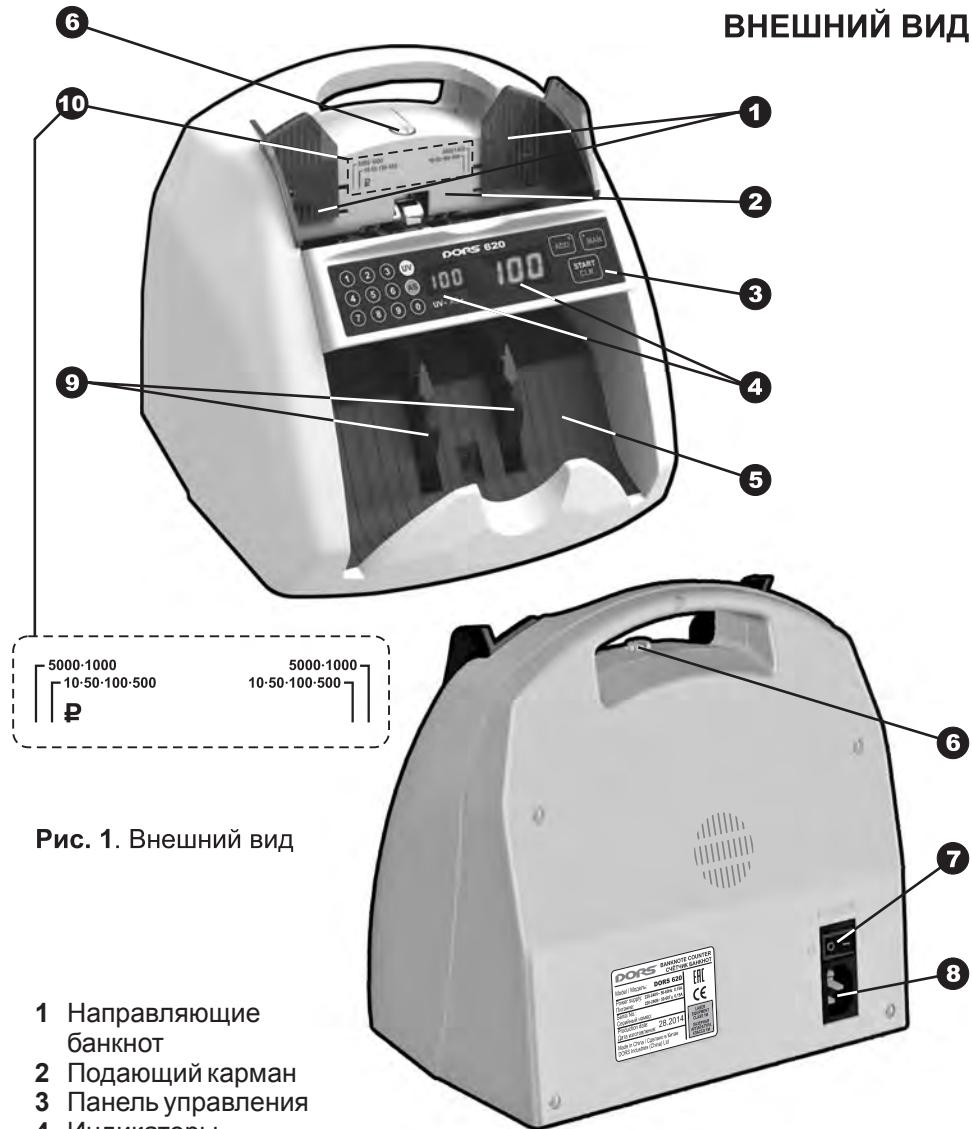

Рис. 1. Внешний вид
2. Включите счётчик, начнется процесс самотестирования. Убедитесь, что во время самотестирования вращаются колеса укладчика **9** (см. рис. 1) и ролики подающего кармана, на индикаторах отображения счёта и пачки высвечиваются цифры **«0»** и загораются индикаторы на клавишах **«MAN»** и **«ADD»**, и индикаторы **«UV»**, **«AS»** (для **DORS 620**). После окончания самотестирования на четырехразрядном индикаторе отображается **«0»**, индикаторы на клавишах **«MAN»** и **«ADD»** гаснут и раздается звуковой сигнал, а индикаторы **«UV»**, **«AS»** отражают установленный режим работы счетчика до выключения (для **DORS 620**). После этого счётчик готов к счету банкнот.
3. Настройте зазор механизма подачи банкнот. Необходимый зазор предустановлен на заводе-изготовителе с учетом специфики пересчитывающейся валюты. Однако, если счетчик часто останавливается в процессе пересчёта и на индикаторе появляется сообщение об ошибке **«Chn Err»** или **«dbl Err»**, то необходимо немного повернуть винт установки толщины пересчитываемых банкнот **6** (см. рис. 1) по часовой стрелке (в сторону уменьшения зазора). Если же после остановки счётчика на индикаторе появляется сообщение **«HJ Err»** или **«SE Err»**, то необходимо немного повернуть винт установки толщины пересчитываемых банкнот **6** (см. рис. 1) против часовой стрелки (в сторону увеличения зазора).
5. Установите направляющие по длине банкнот пересчитывающейся пачки, выровняйте края пачки, аккуратно поместите пачку в середину подающего кармана, не допуская перекоса **10** (см. рис. 1).